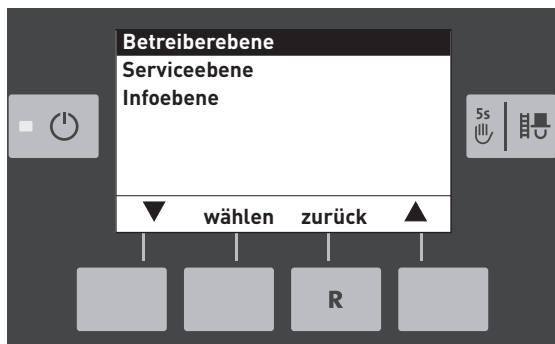

Fig.19
- ▶ "Betrieberebene" auswählen – Fig.19.